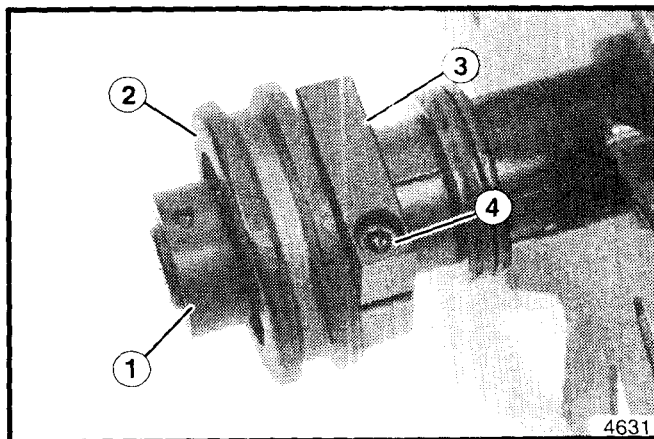

Figura 15. Remoción de la Chumacera del Eje del Enrollador
1. En el extremo del eje opuesto de la polea, suelte el tornillo prisionero del collarín de seguridad en el eje del enrollador. Inserte un punzón en el orificio pequeño del collarín, y utilice un martillo para golpear el collarín en sentido de las manecillas de reloj hasta que esté suelto (aprox. 1/4 de vuelta). Quite el collarín y retire el soporte y la chumacera (vea la figura 15).
2. Suelte el tornillo de cabeza ahuecada de la tuerca del enrollador, y quite la tuerca del enrollador del eje (vea la figura 15).